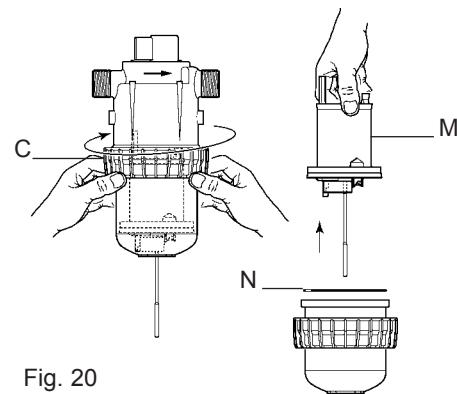

Fig. 20
- Desenroscar el dado de la parte superior **a mano** (Fig. 20-C) y retirarla.
- Sacar el pistón motor (Fig. 20-M) tirando hacia arriba.
- Cambiarlo y volver a montar el conjunto en el orden inverso al desmontaje. Para eso, etapa ①, posicionar el motor parcialmente en la parte inferior, etapa ②, y luego en posición intermedia en la parte superior, asegurándose de no estropear la junta de estanqueidad (Fig. 20-N).
- Etapa ③, atornillar el dado **a mano**.
- Juntar el conjunto, y luego remontar la parte dosificación habiendo limpiado o cambiado previamente la junta de estanqueidad (Fig. 20-N).